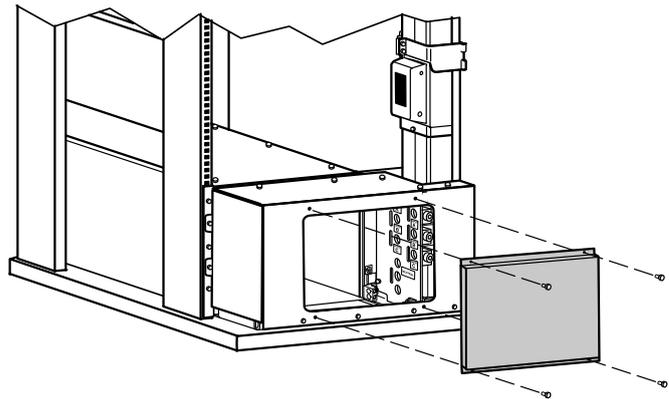

Abbildung 4. Entfernen der Kabelkanalabdeckung (dargestellt mit Zugang von unten)
1. Die vier Schrauben an der Kabelkanalabdeckung herausdrehen und aufbewahren. Die Abdeckung abnehmen und aufbewahren. Siehe Abbildung 4.